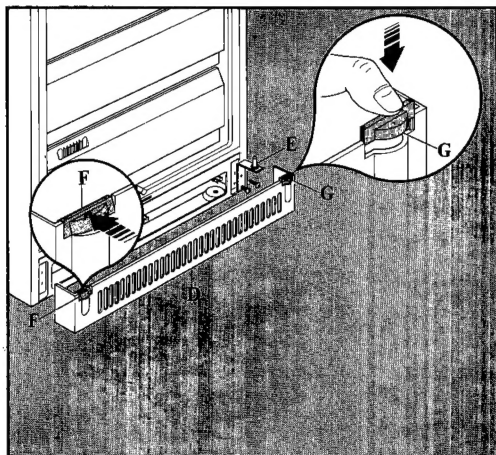

Fig. 6
- Ventilationsgallret (D-fig. 6 ) tages bort.
- Det nedre gångjärnet (E-fig. 6 ) skruvas av.
- Det nedre gångjärnet (E-fig. 6 ) monteras på motsatt dörrsida och fästs med de skruvar, som tidigare monterats av.
- Skyddet (F-fig. 6 ) tages bort från ventilationsgallret (D) genom att tryckas i pilens riktning.
- Det skydd (G-fig. 6 ), som följer med skåpet, anbringas över den öppning, som uppstått på motsatta sida.